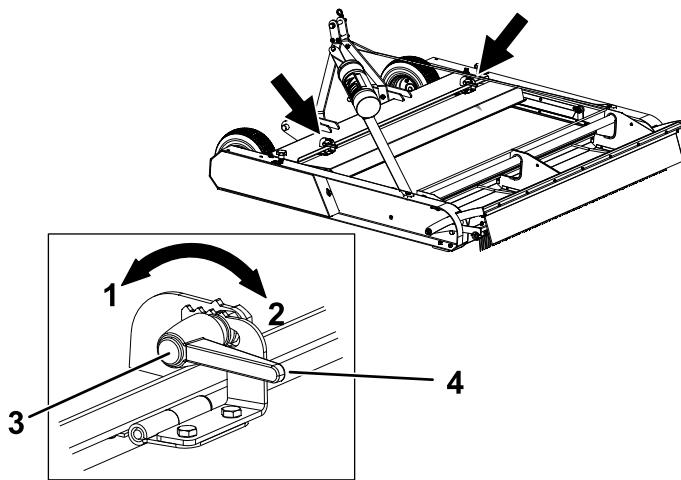

Figura 19
- En cada lado de la placa deflectora, presione simultáneamente el botón y gire la palanca en sentido horario para fijar la cubierta, como se muestra en la Figura 19.